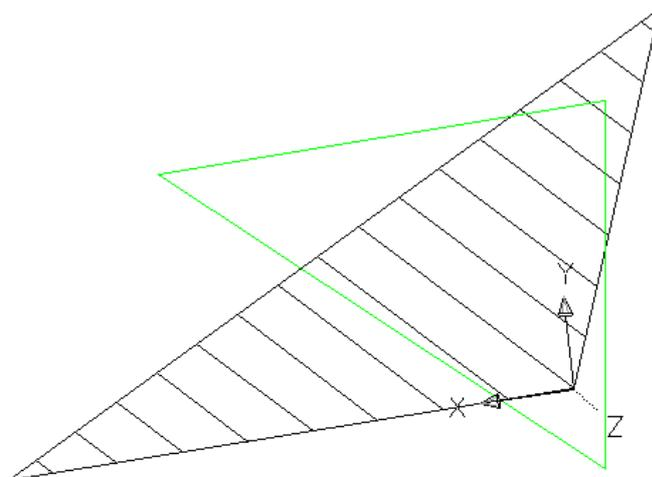

Рис. 5.2
- изображаем штриховку с помощью команды , выбираем ANSI 31, указываем зону штриховки и получаем Рис.5.2: